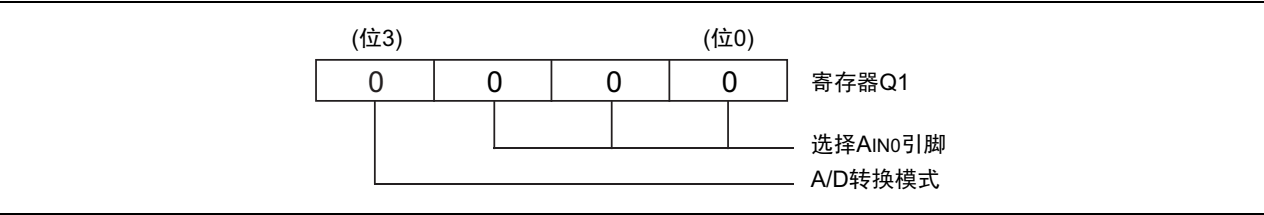

图 JA-3 寄存器的设定例子
- ①通过 A/D 控制寄存器 Q1 选择 AIN0 引脚并选择 A/D 转换模式（参照图 JA-3）。
- ②执行 ADST 指令，开始 A/D 转换。
- ③通过 SNZAD 指令检查 A/D 转换结束标志（ADF）的状态，识别 A/D 转换的结束。
- ④将转换数据的低 2 位传送到寄存器 A 的高 2 位（TALA 指令）。
- ⑤将寄存器 A 的内容传送到 M(Z、X、Y)=(0、0、2)。
- ⑥将转换数据的高 8 位传送到寄存器 A、B（TABAD 指令）。
- ⑦将寄存器 A 的内容传送到 M(Z、X、Y)=(0、0、1)。
- ⑧将寄存器 B 的内容传送到寄存器 A 后，保存到 M(Z、X、Y)=(0、0、0)。